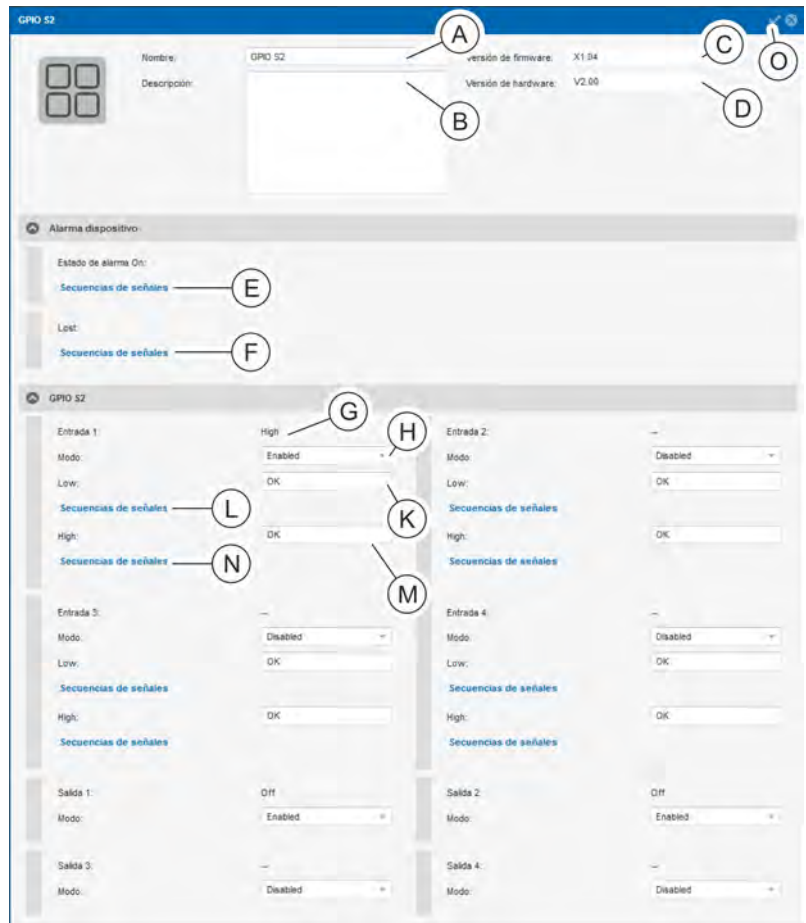

Fig. 115: Menú "Estado" – pestaña "Sensores" (módulo GPIO en vista detallada)
3. ➤ Guarde la configuración con el botón "Guardar" (Fig. 115/Ⓢ).